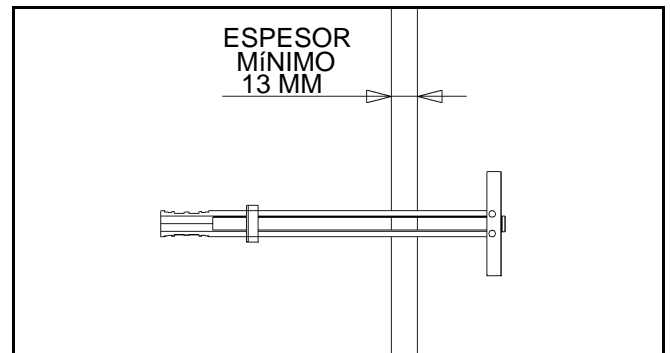

Figura 10.
4. Con el anclaje plástico (100) insertado en el orificio, deslice el extremo de agarre de tal modo que el extremo dentro del orificio quede perpendicular a la pared (véase la figura 10).